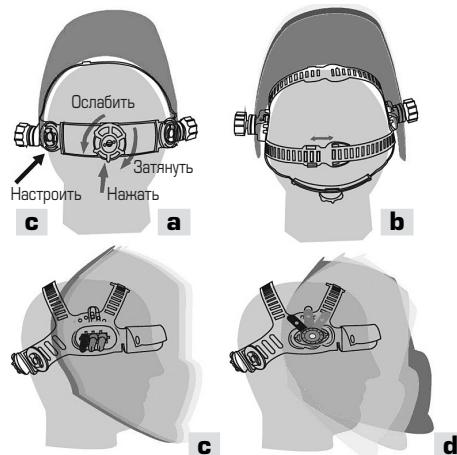

Рис. 1 Настройка удобства работы
- a)** Наденьте маску на голову. Нажмите регулируемую ручку вниз [в заднем положении головы], одновременно вращая ее против часовой стрелки, чтобы увеличить длину окружности обруча, или по часовой стрелке, чтобы уменьшить длину окружности головного обруча (см. рис. 1а).
- b)** Настройте оптимальную глубину маски (см. рис. 1б).
- c)** Настройте расстояние между маской и лицом (см. рис. 1с).
- d)** Настройте положение ограничения угла на маске (см. рис. 1д).
- e)** Настройте угол обзора (см. рис. 1а).